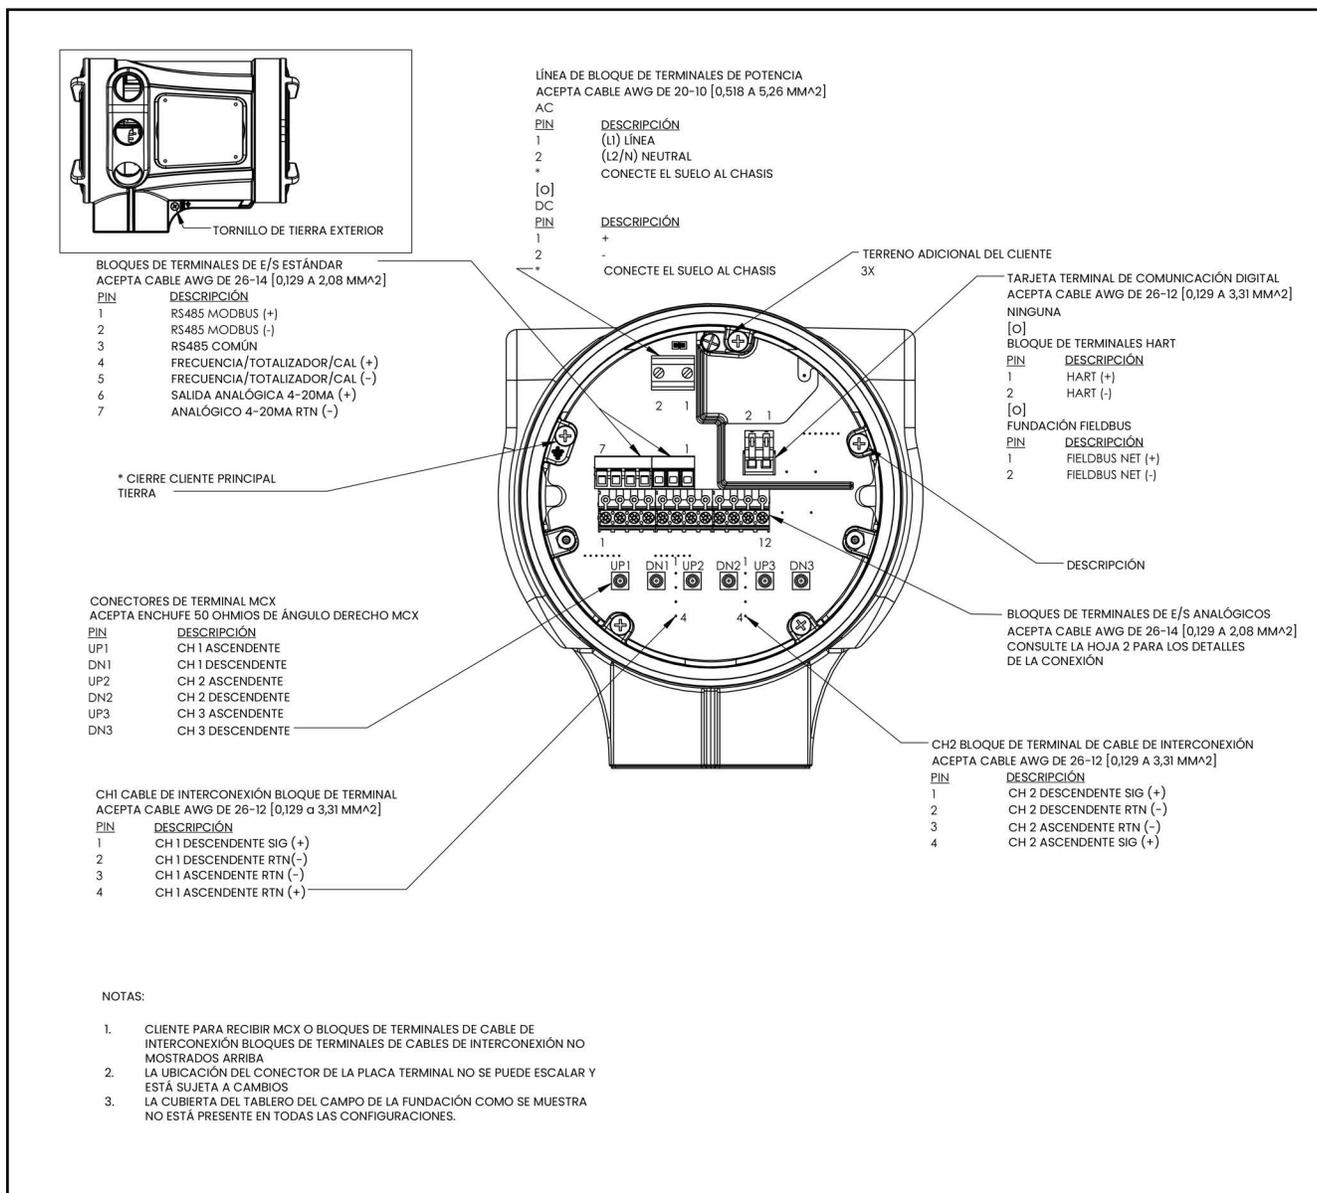

Figura 12: Diagrama de cableado del tablero de terminales XMT1000
Esta sección contiene instrucciones para realizar todas las conexiones eléctricas necesarias para el transmisor de caudal XMT1000. Consulte *Figura 12 en la página 13* para obtener un diagrama de cableado completo.
Para evitar la posibilidad de descargas eléctricas, la caja del XMT1000 debe conectarse a tierra a través del tornillo de conexión a tierra externo de la caja (consulte *Figura 12 en la página 13*). Todos los tornillos de tierra deben apretarse sólo a mano, con un par de apriete máximo admisible de 2,5 N·m (22 in·lb).
3. Consulte en *Figura 12 en la página 13* la ubicación del bloque de terminales y cablee la salida analógica como se muestra. Fije el prensaestopas.
3. Consulte en *Figura 12 en la página 13* la ubicación del bloque de terminales y cablee la salida digital como se muestra. Fije el prensaestopas. Consulte *Capítulo A, Especificaciones*, para conocer los requisitos de carga y tensión.
Para cablear a este puerto serie RS485, consulte *Figura 12 en la página 13* y complete los siguientes pasos:
Los transmisores de caudal XMT1000 tienen la opción de una salida adicional 4-20mA/HART o una salida Foundation Fieldbus en el bloque de terminales #1 (TB1) por *Figura 12 en la página 13*. En el sistema HART se utiliza una señal activa, mientras que FF corresponde a una señal pasiva. Las conexiones a esta salida pueden realizarse con cableado de par trenzado estándar, pero la impedancia del bucle de corriente para este circuito no debe superar los 600 ohmios.
3. Consulte en *Figura 12 en la página 13* la ubicación del bloque de terminales y cablee la salida HART o Foundation Fieldbus como se muestra. Fije el prensaestopas.
Los transmisores de caudal XMT1000 tienen la opción de salidas analógicas adicionales, entradas analógicas y entradas RTD en el bloque de terminales #2 (TB2) por *Figura 12 en la página 13*. Las conexiones a esta salida pueden realizarse con cableado estándar de par trenzado.
3. Consulte en *Figura 12 en la página 13* la ubicación del bloque de terminales y cablee la salida de E/S adicional como se muestra junto con la tabla siguiente.
Consulte Figura 12 en la página 13 y *Sección 2.7.1, "Cableado de las salidas analógicas"* para localizar los bloques de terminales de cables volantes del Canal 1 y del Canal 2.
Consulte *Figura 12 en la página 13* para localizar los bloques de terminales y conecte la alimentación de línea como se indica a continuación: